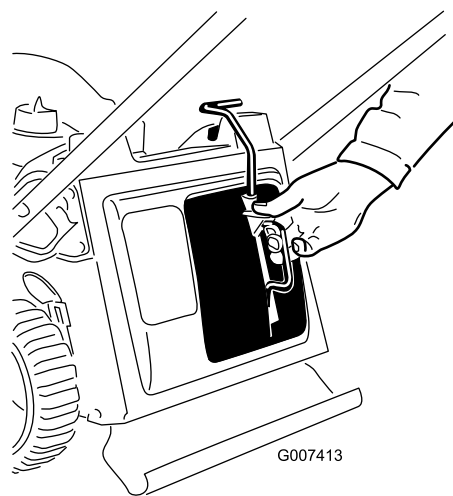

Figura 9
2. Apriete el botón de la palanca con el dedo pulgar e introduzca el tapón de mulching totalmente en el hueco (Figura 9).